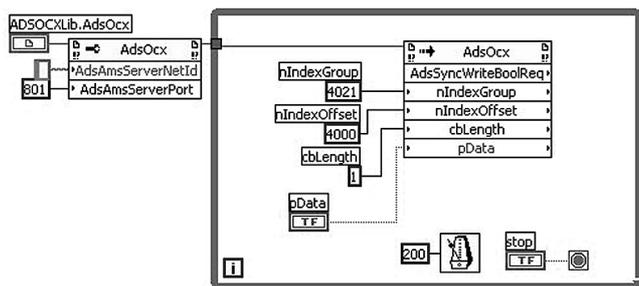

Рис. 3. Пример конфигурирования связи переменной LabView с TwinCAT PLC через компонент AdsOcx
3. *Использование ActiveX компонент в приложении LabView* (самая удобная, возможность). Компонент AdsOcx (рис. 3) легко интегрируется в среду разработки LabView и предоставляет целый ряд методов